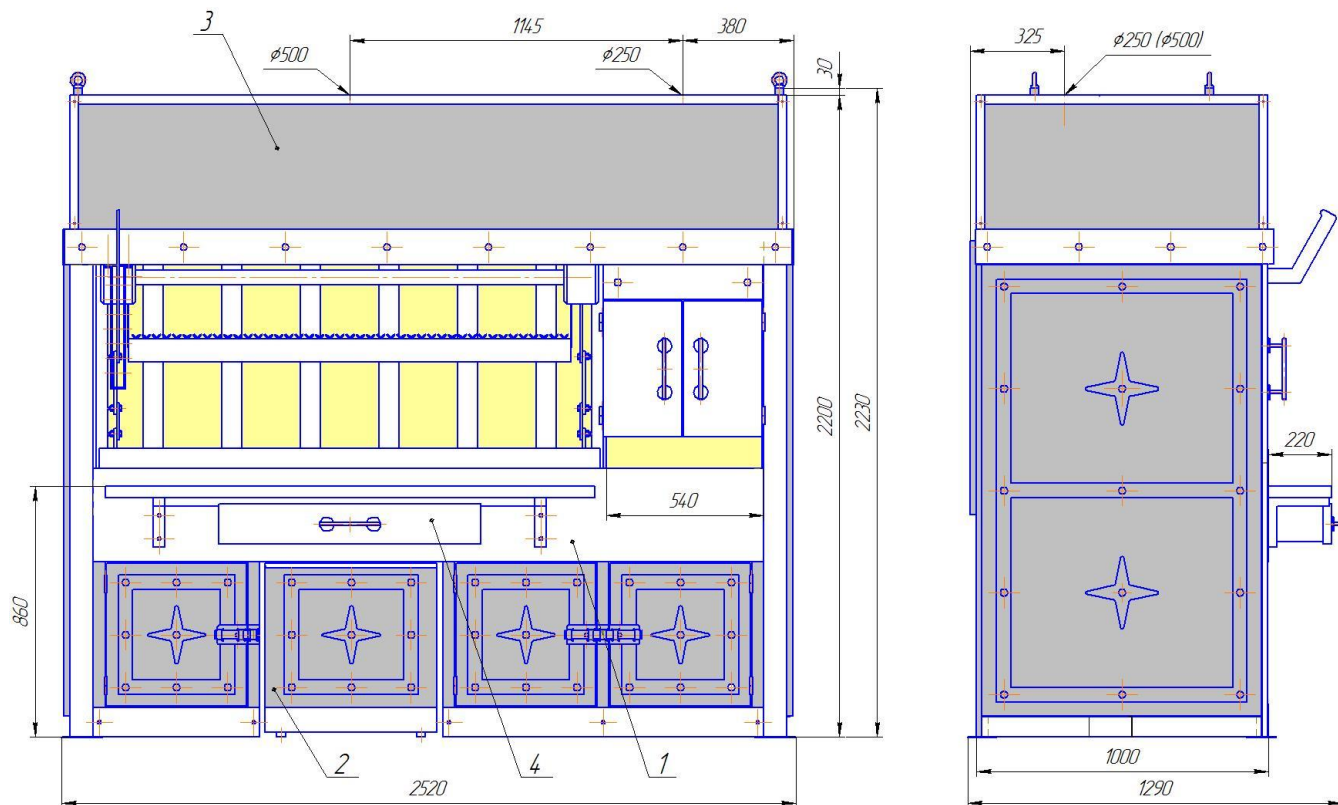
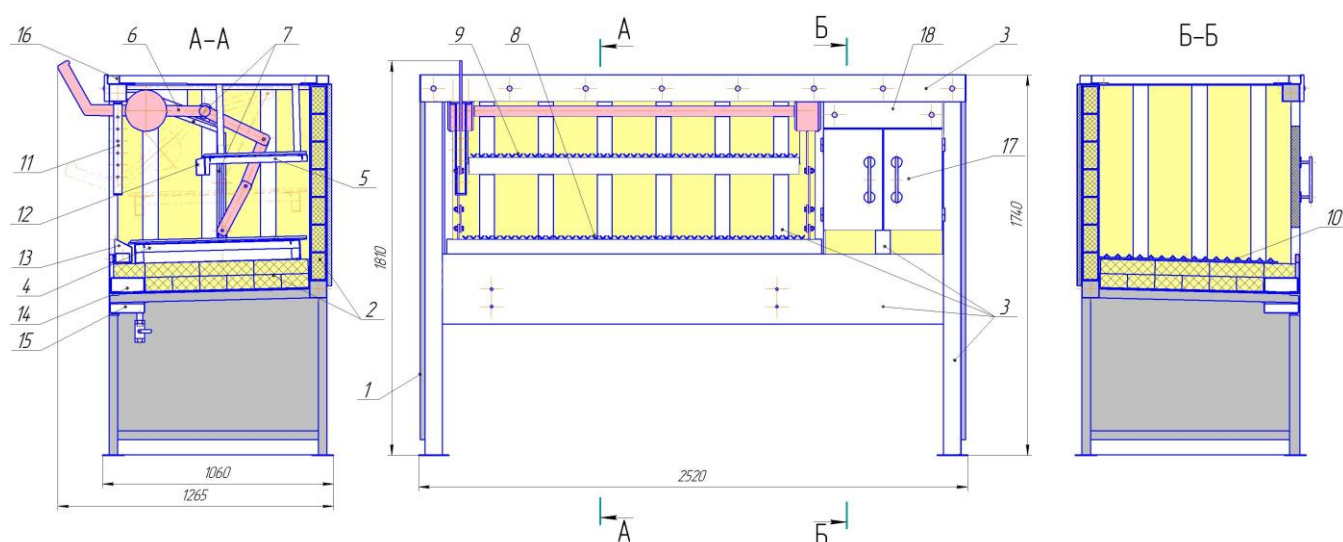
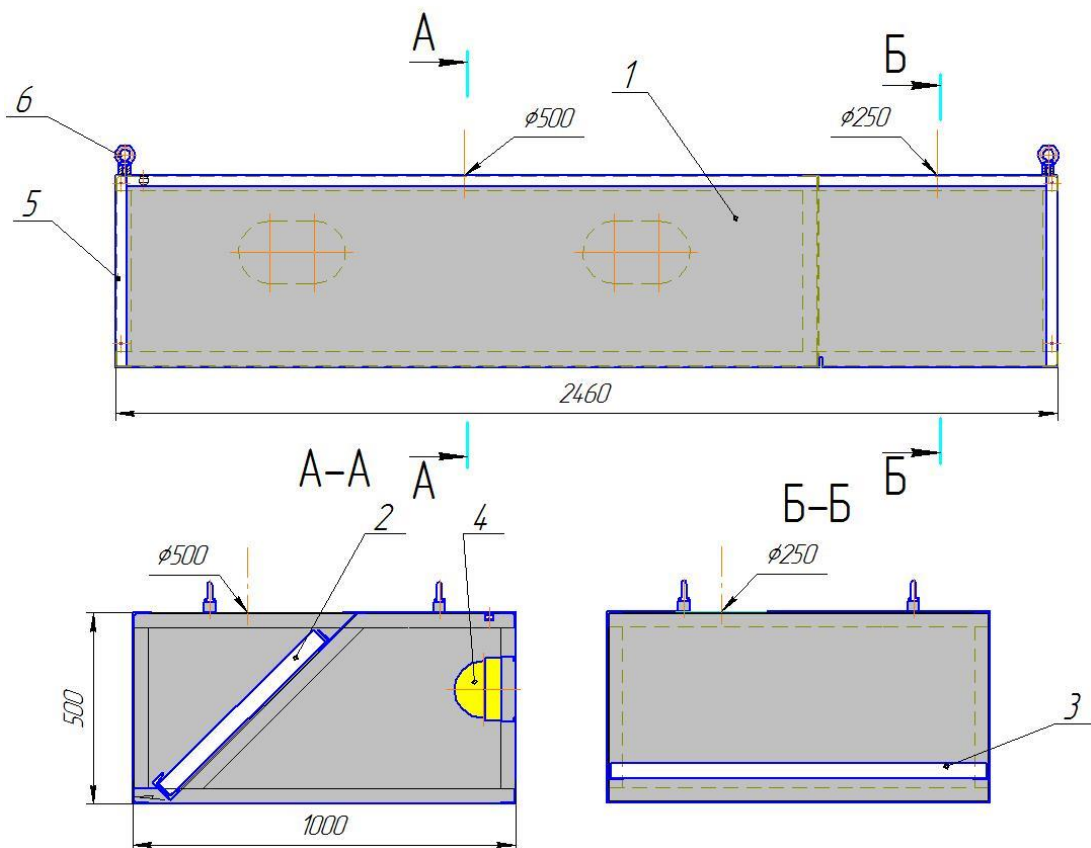

Рис. 1. Устройство гриля
Рис. 2. Устройство корпуса.
Рис. 4. Устройство зонта.
Гриль состоит из следующих основных элементов (см. рис.1):
Корпус состоит из следующих основных элементов (см. рис.2):
Зонт состоит из следующих основных частей (см. рис.4):
В топку, расположенную в правой части гриля, которая закрывается дверками (рис.2, поз.17), засыпается уголь. В топке уголь поджигается оператором. Тепло отводится через правую часть зонта (рис.1, поз 7), при этом искры гасятся фильтрами-искрогасителями (рис.4, поз 3).
По мере выгорания, уголь распределяется оператором в левую часть гриля под нижнюю платформу (рис.2, поз.4). При этом нижнюю платформу приподнимают вручную оператором вертикально с помощью механизма подъема (рис.2, поз 6) на некоторую высоту и стопорят с помощью фиксатора, закрепленного на стойке регулировочной (рис.2, поз.11). На нижней платформе установлены нижние решетки (рис.2, поз.8), на которых непосредственно и происходит приготовление продукта (мяса). Излишки жира стекают по желобам уголков решеток в нижний жироборник с перфорированной решеткой (рис.2, поз 13).
Над нижней платформой подвешена верхняя платформа (рис.2, поз.5), с расположенными на ней решетками (рис.2, поз.9). На верхних решетках происходит непосредственное временное хранение приготовленного продукта. Верхняя платформа также оборудована съемным жироборником (рис.2, поз.12). Тепло и все испарения отводятся через левую часть зонта (рис.1, поз.3), оборудованным съемными фильтрами жироуловителями (рис. 4, поз.2). В левой части зонта расположены два светильника (рис.4, поз.4), предназначенных для освещения рабочей зоны.
Стекающий жир с фильтров жироуловителей накапливается в коробчатом лотке (рис.2, поз.16). По мере необходимости излишки жира сливаются через патрубок с вентилем.
На фасадной части гриля закреплен кронштейн со съемной столешницей (рис.1, поз.4). В кронштейне установлен выдвижной ящик, предназначенный для хранения инвентаря.
Гриль оборудован системой слива вода во время его непосредственной мойки. А именно: под кирпичами верхнего ряда горизонтальной кладки расположен перфорированный вкладыш (рис.2, поз.14), через который вода стекает в лоток, оборудованный вентилем (рис.2, поз.15).
5. Ближние полки вертикальных ручьев и окна под установку кирпича закрыть декоративными накладками (рис.2, поз.3), которые закрепить на вытяжных заклепках.
6. Установить на дно основания гриля перфорированный вкладыш (рис.2, поз.14).
8. Установить все снятые в п.3 элементы на своё место. Особое внимание обратить на плавность перемещения механизмов подъема нижней платформы (рис.2, поз.6). Перемещение должны быть без заеданий и заклинивания. При необходимости отрегулировать его положение, ослабив болты крепления и соосно выставив кронштейны (рис.2, поз.7) относительно штанги подъемного механизма. Далее затянуть все болты механизма. Смазать направляющие кронштейнов (рис.2, поз.6) термостойкой антизадирной смазкой.